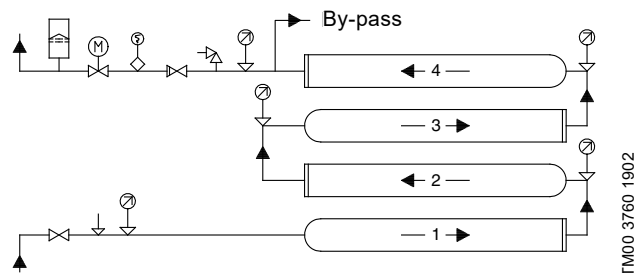

Fig. 6 Groupe de surpression avec quatre modules connectés en série, montés les uns au-dessus des autres
- Pour les modules connectés en série, montés les uns au-dessus des autres, il est recommandé de raccorder la tuyauterie comme indiqué à la fig. 6.
Symboles utilisés dans les fig. 6 à 9 :